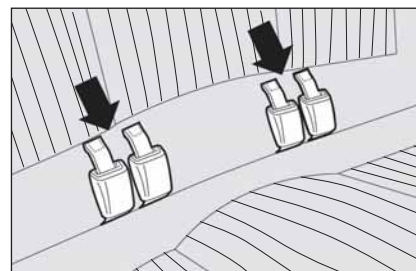

fig. 109
- agganciare le fibbie alle linguette (indicate dalle frecce) poste sullo schienale **fig. 109**;